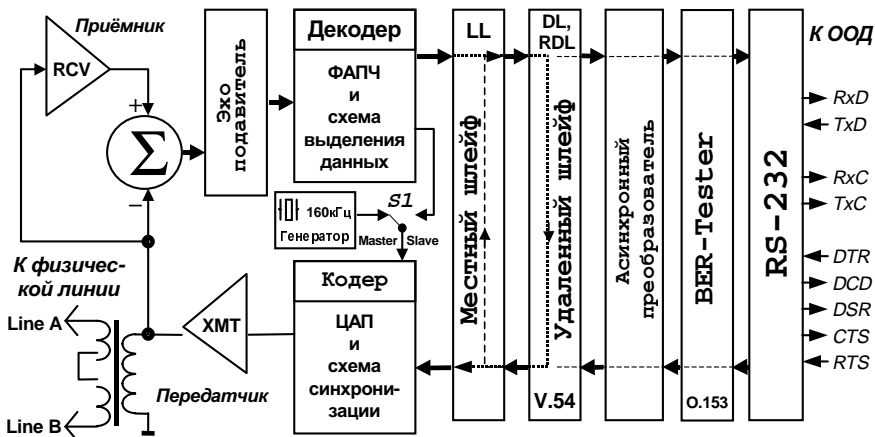

Рис. 2 Структурная схема модема
Принцип работы модема основан на кодировании сигналов интерфейса RS-232 в биимпульсный (*biphase*) сигнал, см. Приложение 1, передаваемый в двухпроводную физическую линию через трансформатор, и обратном преобразовании сигнала (декодировании), т.е. выделении импульсов синхронизации из принимаемых данных и декодировании данных. Структурная схема модема приведена на Рис. 2.
**S1** Микропереключателем *S1* устанавливается источник синхронизации передатчика модема: **Master** (*S1=On*) или **Slave** (*S1=Off*), см.Рис. 2 на стр.9. Для правильной работы канала связи необходимо на одном модеме установить синхронизацию **Master**, а на другом – **Slave**, см.Рис. 1 на стр.5.